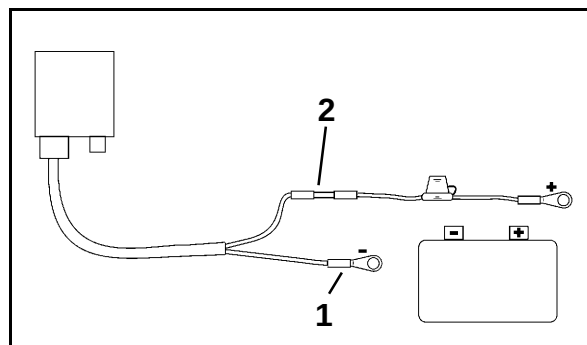

Fig. 173
5. Introduisez le brin bleu (masse) dans une languette annulaire (Fig. 173/1).
7. Introduisez le brin marron (+ 12 Volt) dans une extrémité libre du joint droit (Fig. 173/2).
9. Faites contracter le joint droit (Fig. 173/2) avec une source de chaleur (briquet ou air chaud) jusqu'à ce que la colle s'échappe.